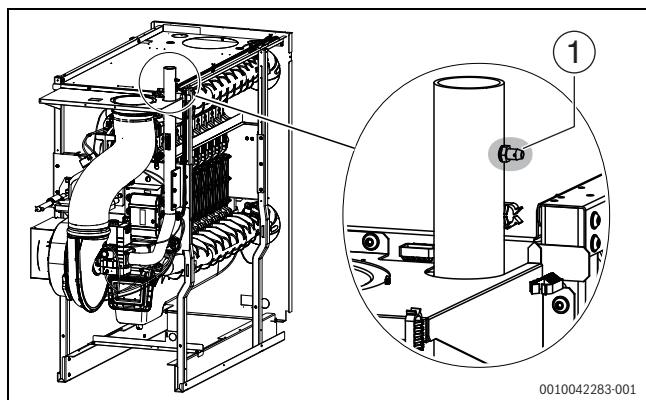

Рис. 34 Удаление воздуха из газопровода.
- Отверните на 2 оборота запорный винт контрольного ниппеля, предназначенного для измерения давления и выпуска воздуха (→ Рис. 34, [1], стр. 30).